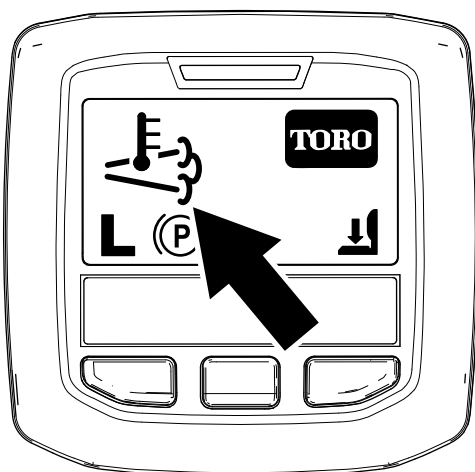

Рисунок 40
- Значок высокой температуры выхлопа отображается на экране инфо-центра (Рисунок 40).